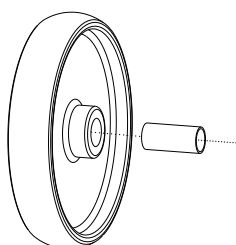
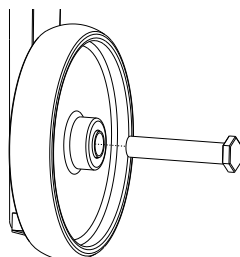

Fig.4
Fig.5
-Cada quemador posee un Deflector que permite **disipar el calor para una cocción más pareja**. Sobre uno de los Deflectores se puede colocar el accesorio **Ahumador**, el cual antes de encender la Parrilla **se apoya en el centro del mismo como se muestra en la Fig.4**. Previamente se colocan las virutas de maderas humedecidas dentro del Ahumador y se cierra con la tapa.
- 3** Coloque el buje dentro de la rueda (**Fig. 4**). Luego inserte el bulón en el buje, atravesando al mismo tiempo la pata (**Fig. 5**). Y por último, ajuste la tuerca, aproximadamente 3 vueltas de rosca, al bulón (**Fig. 6**).